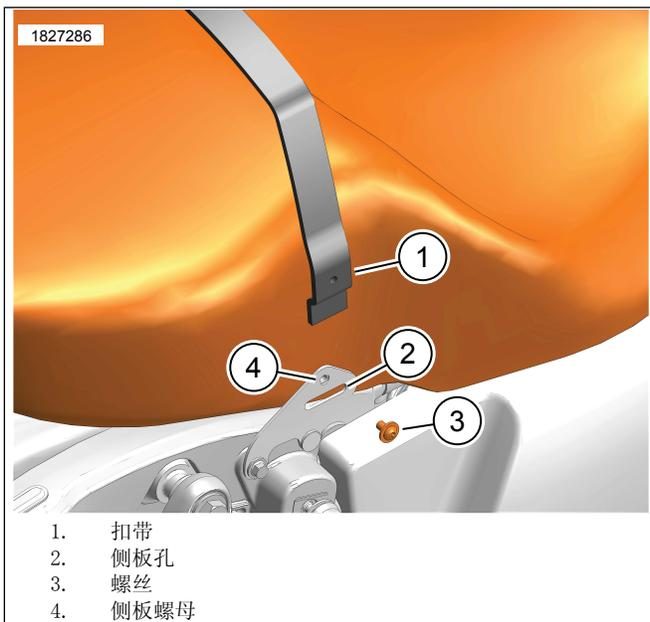

图4。座椅扣带安装
2. 套件52000638、52000640：参见图4。安装新扣带。